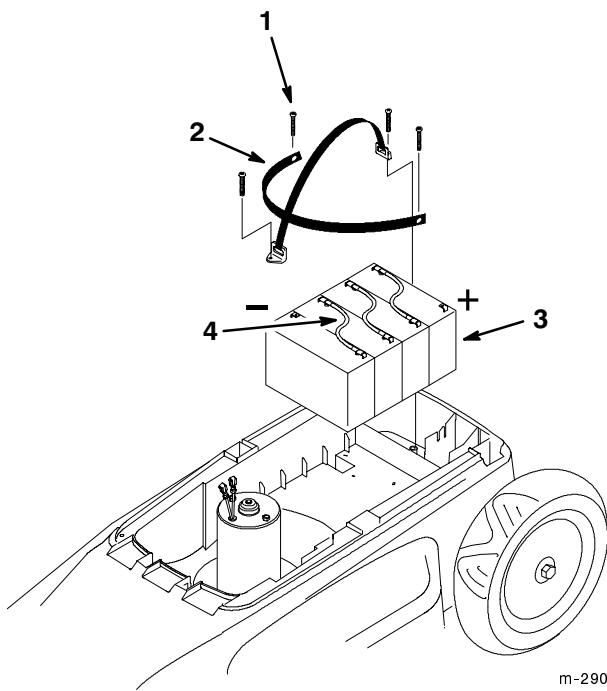

Figure 25
4. Retirer les vis de la courroie de fixation de la batterie (Fig. 25).
5. Débrancher les fils des bornes positive et négative de la batterie (Fig. 25).
6. Retirer les trois fils de connexion de la batterie et les jeter à la poubelle (Fig. 25).
10. Mettre la batterie neuve en place dans la tondeuse de telle sorte que les fils négatifs se trouvent du côté droit et les fils positifs du côté gauche de la tondeuse (Fig. 25).
11. Connecter les fils positifs et négatifs aux bornes de batterie (Fig. 25).
12. Immobiliser la batterie à l'aide de la courroie de fixation (Fig. 25).